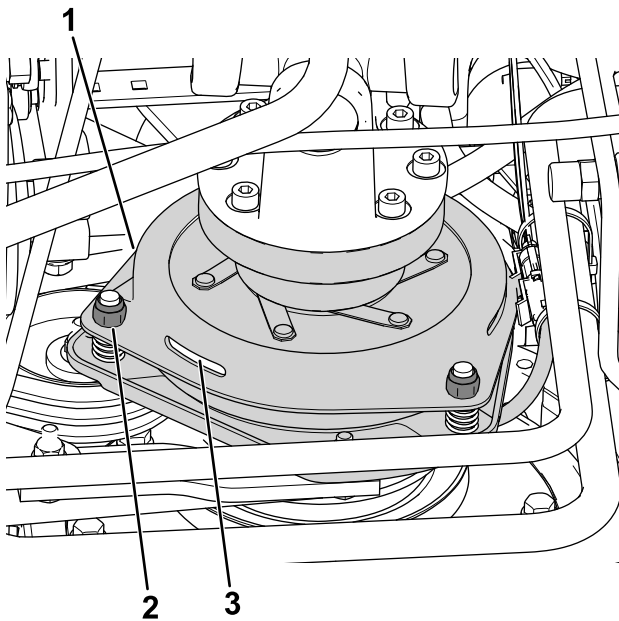

Bild 76
3. Stellen Sie den Abstand so ein, dass eine 0,3 mm Fühlerlehre mit leichtem Druck zwischen die Kupplungsauskleidung und die Bremsscheibe passt (Bild 76).
**Hinweis:** Drehen Sie die Einstellmutter nach rechts, um den Abstand zu verringern (Bild 76). Der maximale Betriebsabstand beträgt 0,6 mm. Stellen Sie alle drei Luftspalte auf 0,4 mm ein.